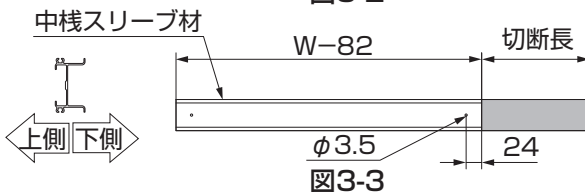

図3-3
- ⑤中栈スリーブ材を切断した側から24mmのところ、 $\phi 3.5$ の下穴をあけてください。(図3-3参照)
- ⑥加工後、再度組立ててください。